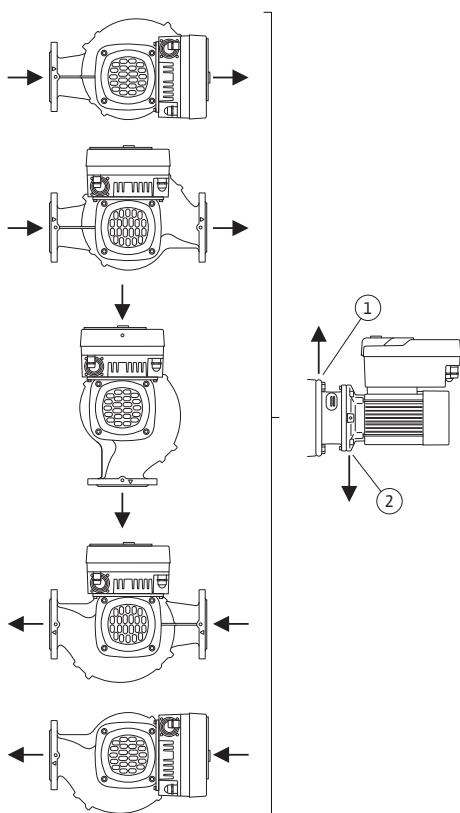

Fig. 17: Допустими монтажни положения с
- При хоризонтален моторен вал отворите за кондензата трябва да бъдат разположени надолу (Fig. 17, поз. 2). При необходимост моторът трябва да бъде завъртян.